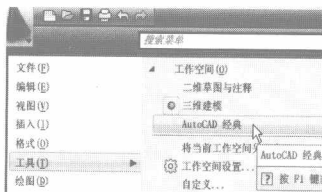

图 1-4 菜单浏览器
- 单击“菜单浏览器”按钮，选择菜单【工具】|【工作空间】下一级菜单命令，如图 1-4 所示。